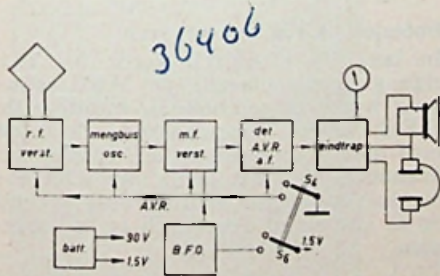

Fig. 1 - BLOKSCHHEMA van de peilontvanger
Het apparaat bestrijkt de banden 200 ... 400 kHz (LG) én 540 ... 1700 kHz (MG). Eventueel kan de ontvanger voor slechts één frequentiegebied worden gebouwd; door een extra spoel en een schakelaar in de antennekring in te bouwen kan de ontvanger normaal gebruikt worden, b.v. in auto of boot. Uit fig. 1 blijkt dat het apparaat een r.f. trap bevat, die een grote gevoeligheid en een goede signaal-ruisverhouding geeft, een gecombineerde oscillator-mengbuis, een m.f. buis, een gecombineerde detector, AVR- en a.f. buis en een eindbuis voor de ingebouwde luidspreker met aansluiting voor koptelefoon.